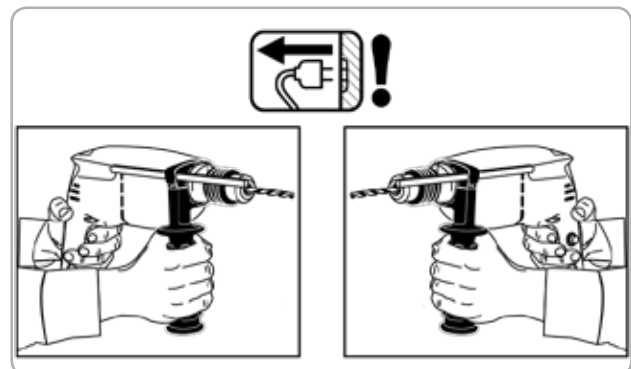

Fig.4
- Mânerul este prevăzut cu un suport adițional și permite mânărea sa fără un efort prea mare. Mânerul este proiectat pentru a putea fi folosit și de persoane stângace. Fig 4